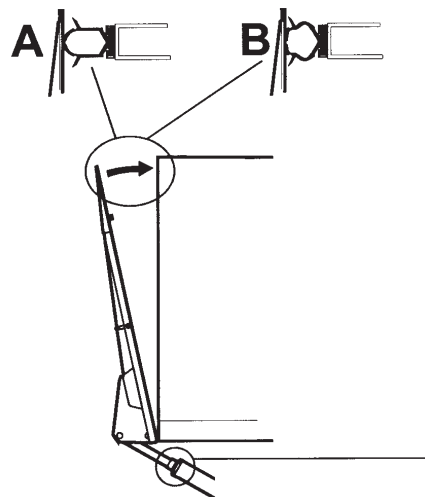

Bild 37. Justering av anliggning mot påbyggnad
4. Vrid justerhylsan så att plattformen går precis mot tätningen på påbyggnationen. Bild 37.
9. Justera båda cylindrarna växelvis så att plattformn går mot påbyggnationen, se Bild 37 (B).